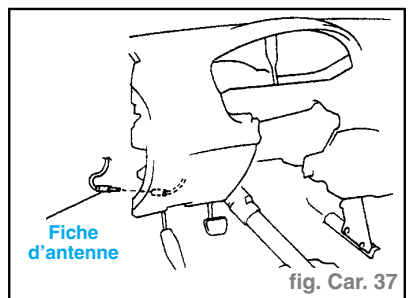

fig. Car. 37
- Retirer le panneau latéral. Débrancher la fiche d'antenne. (fig. Car. 37)